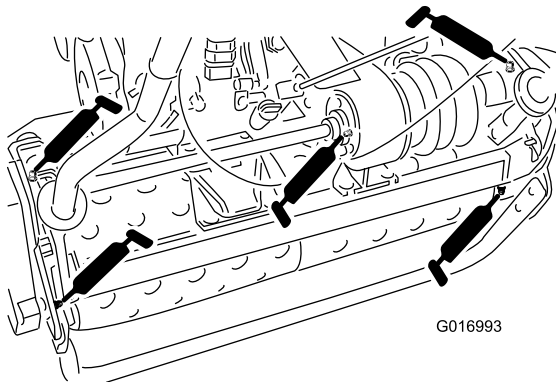

图19
- 鼓轴上 2 个 (图19)
- 差速锁上 3 个 (图19)